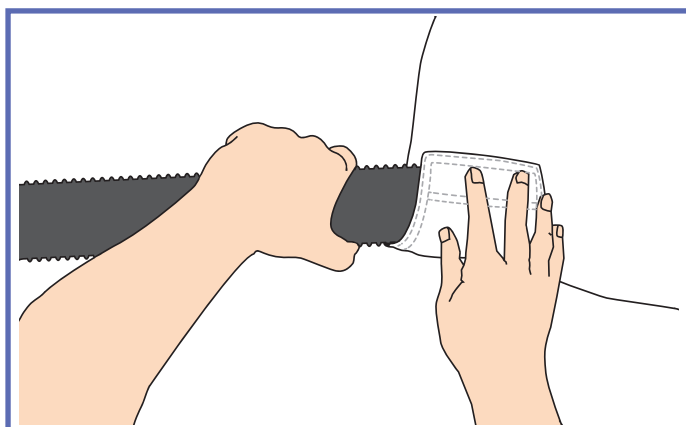

Fig. 4
- 3) Utilice la correa autoadherente para asegurar la manguera neumática ("Fig. 4").